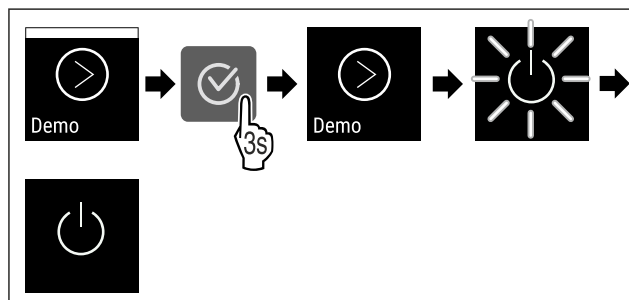

Fig. 112
- ▶ Wykonać czynności (patrz Fig. 112) .